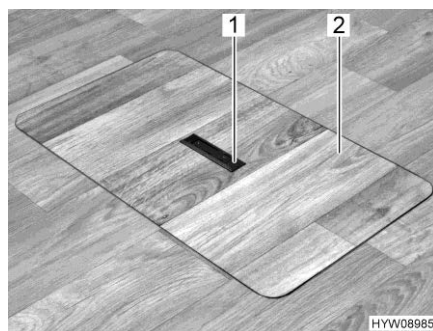
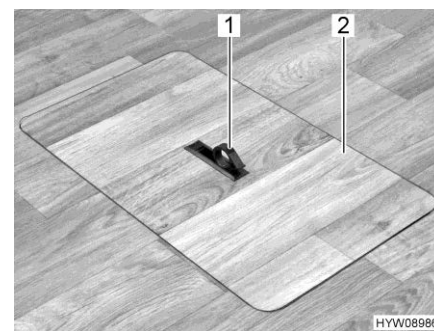

Fig. 77 Copertura vano pavimento (maniglia abbassata)
Fig. 78 Copertura vano pavimento (maniglia estratta)
- Spingere la piastra di presa (Fig. 77,1) verso il basso da un lato. La maniglia (Fig. 78,1) viene ruotata verso l'alto.
- Alzare la copertura (Fig. 78,2).
- Collocare la copertura (Fig. 78,2) nell'intelaiatura presente sul fondo.